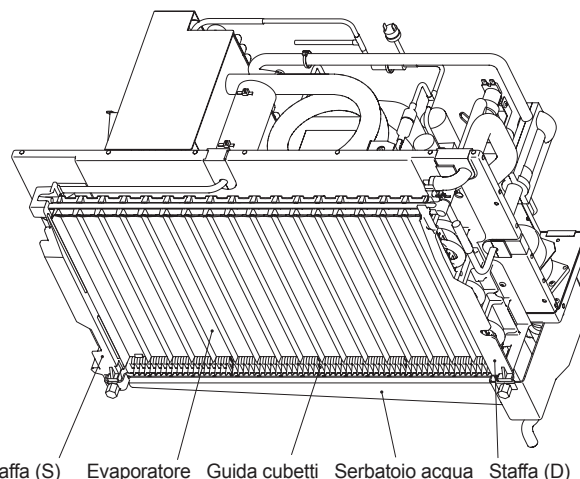

Fig. 6
14) Scollegare il tubo di troppopieno. Rimuovere quindi il serbatoio dell'acqua svitando le due viti a testa zigrinata, tirando con cautela il serbatoio verso di sé e spingendolo verso il basso. Prestare attenzione per evitare rotture quando si maneggiano le parti. Vedere Fig. 6.